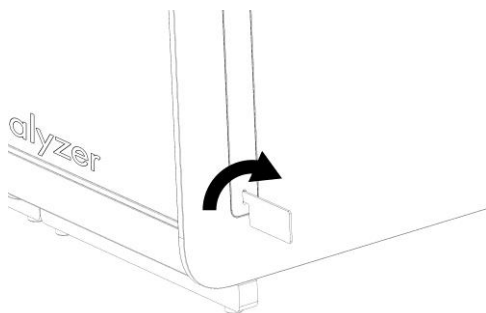

Figura 2. Rimozione dei coperchi di protezione.
2. Rimuovere i coperchi di protezione dal lato del modulo analitico utilizzando lo strumento di rimozione del coperchio di protezione in dotazione con il QIAstat-Dx Analyzer 1.0 (Figura 2).